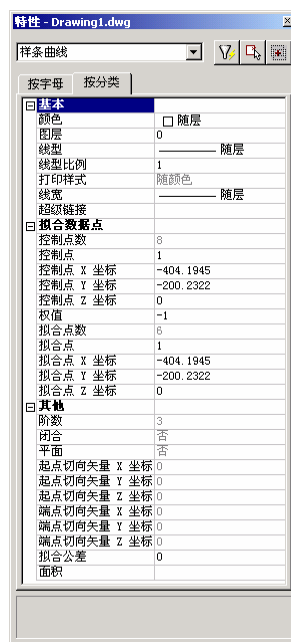

图 4-2 三维样条曲线的特性
①在“几何图形”栏中，可以查询和修改三维多段线所有顶点的 X、Y、Z 坐标。在“顶点”项目中指定顶点编号。
②在“拟合/平滑”项目中，可以指定是否对三维多段线进行样条拟合。如果进行拟合，还可以具体指定使用二次样条曲线或三次样条曲线进行拟合。
③在“闭合”项目中，可以设置三维多段线是否闭合。
(2) 如果选择三维样条曲线对象，“特性”窗口显示如图 4-2 所示内容。